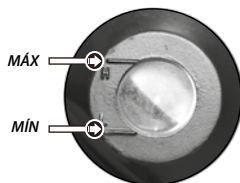

Imagen 16. Mirilla del aceite.
3. Verificar que el nivel de aceite se encuentre en la marca de máximo. Ver imagen 16.